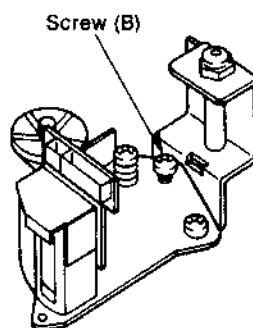

Fig. 2-25
- Die Schraube für die horizontale Position des A/C-Kopfs, siehe Fig. 2-25 so einstellen, daß das HF-Ausgangssignal maximal ist; siehe Fig. 2-26.